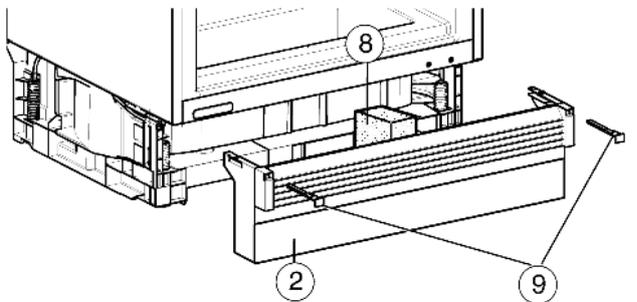

Fig. 11
- ▶ Inserire un elemento in materiale espanso Fig. 11 (8) - importante per il circolo separato dei flussi d'aria!
- ▶ Fissare il pannello dello zoccolo: Inserire un blocco Fig. 11 (9), fissando il pannello dello zoccolo.